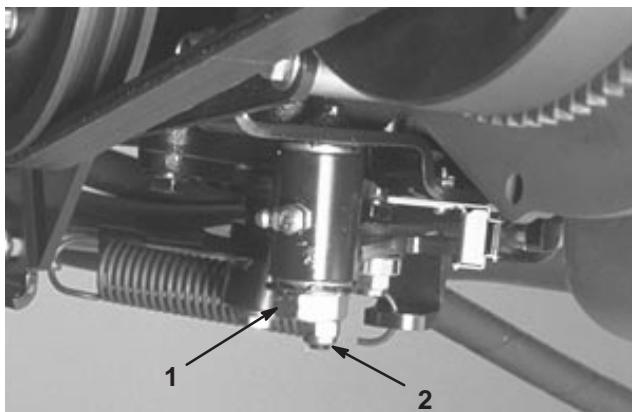

Bild 55
3. Lockern Sie die Sicherungsmutter an der Fahrantriebs-Einstellnocke (Bild 55).